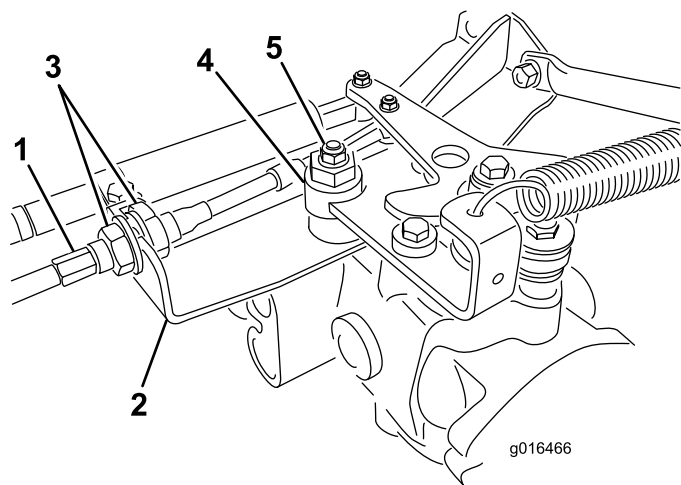

図 47
- A. 走行ケーブルを油圧トランスミッションのバルクヘッドに取り付けているジャムナット 図 47 を両方ともゆるめる。調整ができるよう、ジャムナットは十分に、また均等にゆるめること。
**注** 偏芯ナットをトランスミッション上部に止めているナット図 47をゆるめる。
- E. 調整ができれば固定ナットを締める図 47。
- G. バルクヘッドのそれぞれの側から、ロックナットを均等に締め付けて、ケーブルを固定する図 47。ケーブルをねじらないように注意すること。